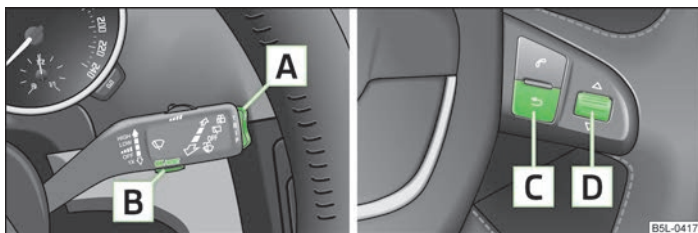

Fig. 6 Indicador multifunción: Elementos de mando en la palanca del limpiaparabrisas/elementos de mando en el volante multifunción
La conmutación de la memoria se efectúa mediante la tecla [B] » fig. 6 de la página 13 en la palanca del limpiaparabrisas o mediante la rueda de ajuste [D] » fig. 6 de la página 13 en el volante multifunción.
La tecla basculante **A** » fig. 6 y la tecla **B** se encuentran en la palanca del limpiaparabrisas. La conmutación y puesta a cero se efectúa desde el volante multifunción mediante la rueda de ajuste **D**.
» Pulsar ligeramente la tecla **B** » fig. 6 o **D**.
» Pulsar brevemente la tecla basculante **A** » fig. 6 arriba y abajo. De ese modo se activan, una tras otra, las funciones individuales del indicador multifunción.
» Pulsar la tecla **C** » fig. 6 para activar el menú del indicador multifunción.
» Pulsar la tecla **B** » fig. 6 o **D** más tiempo.
Si la temperatura exterior disminuye por debajo de +4 °C, aparecerá delante de la indicación de la temperatura un símbolo de copo de nieve (advertencia de formación de placas de hielo) y sonará una señal acústica. Después de pulsar la tecla basculante **A** » fig. 6 de la página 13 o la tecla **C** se reproducirá la función que se ha visto como última.
En la pantalla aparece el tiempo de marcha desde la última vez que se borró la memoria. Si se desea medir el tiempo de marcha a partir de un momento determinado, se deberá poner en ese momento preciso la memoria a cero, pulsando para ello la tecla **[B]** » fig. 6 de la página 13 o la rueda de ajuste **[D]** durante más de 1 segundo.
Si se desea calcular el consumo medio de combustible para un período de tiempo determinado, deberá poner la memoria a cero al comenzar la nueva medición pulsando la tecla **[B]** » fig. 6 de la página 13 o la rueda de ajuste **[D]**. Tras borrarla, en la pantalla aparecerán guiones en los primeros 100 metros recorridos.
En el display aparece el trayecto recorrido desde la última vez que se borró la memoria » página 12. Cuando se desee medir el recorrido desde un momento determinado, se deberá poner en ese momento preciso la memoria a cero, pulsando para ello la tecla **[B]** » fig. 6 de la página 13 o la rueda de ajuste **[D]**.
La pantalla indica la velocidad media en km/h desde la última vez que se borró la memoria » página 12. Si se desea medir la velocidad media durante un período determinado, se deberá poner la memoria a cero al principio de la medición accionando la tecla **[B]** » fig. 6 de la página 13 o la rueda de ajuste **[D]**.
- Seleccionar con la tecla **A** » fig. 6 de la página 13 o con la rueda de ajuste **D** el punto de menú **Advertencia en caso de sobrepasar la velocidad**.
- Activar los ajustes del límite de velocidad (el valor parpadea) pulsando la tecla **B** » fig. 6 de la página 13 o la rueda de ajuste **D**.